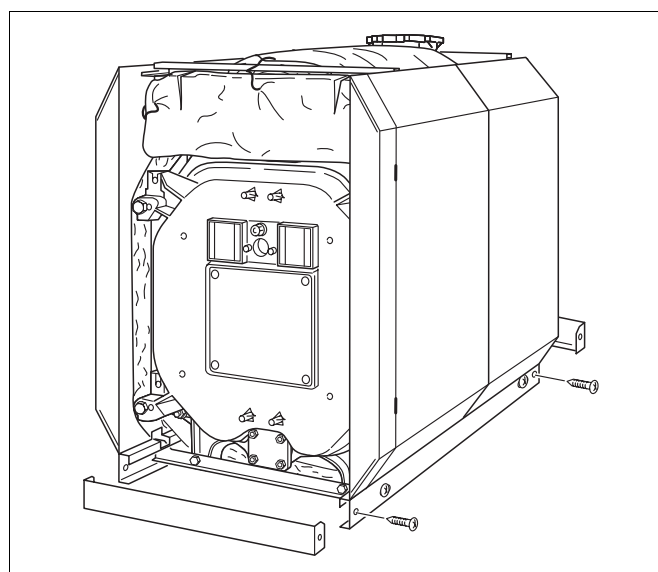

Fig. 50 Montering af sokkelskinner
- Skub de tværgående sokkelskinner ind forfra og bagfra i de langsgående sokkelskinner. Afkantningen på tværpladen skal vende nedad og ind mod kedlen (Fig. 50).